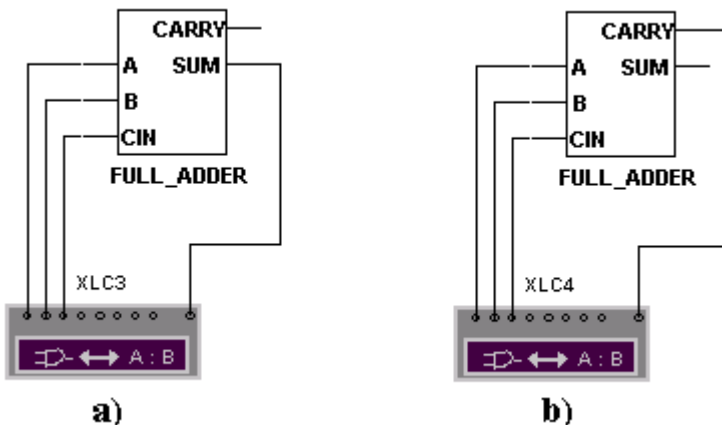

Рис. 4. Схема исследования полного сумматора: *a* – выход *S*, *b* – выход *C*
5. Собрать схему, изображенную на рис. 4, и с помощью логического анализатора получить таблицу истинности полного сумматора, логические выражения для выходов S и C и схемную реализацию логических выражений (см. п. 4).